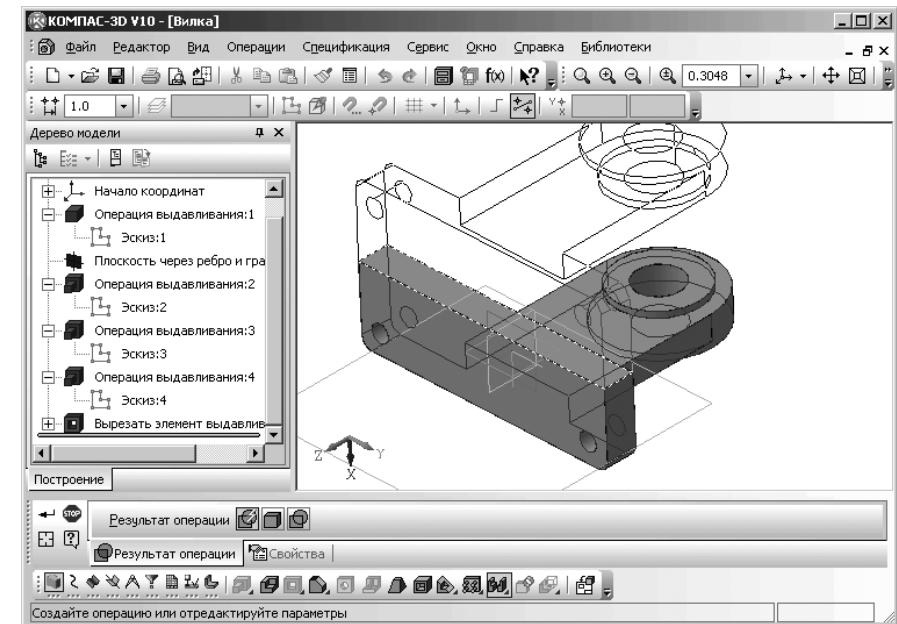

Рис. 3.71. Зеркальная копия половины детали вилка
- щелкните мышью. Появится фантом зеркальной копии детали (рис. 3.71).